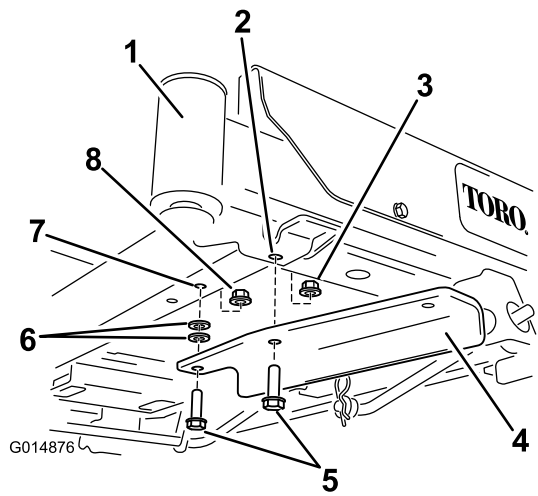

**Figure 5**
4. Fixez le support gauche sur la face inférieure du cadre à l'aide de 2 boulons ( $\frac{3}{8}$ " x  $1\frac{1}{4}$ "), 2 rondelles et 2 contre-écrous ( $\frac{3}{8}$ ") (Figure 5).